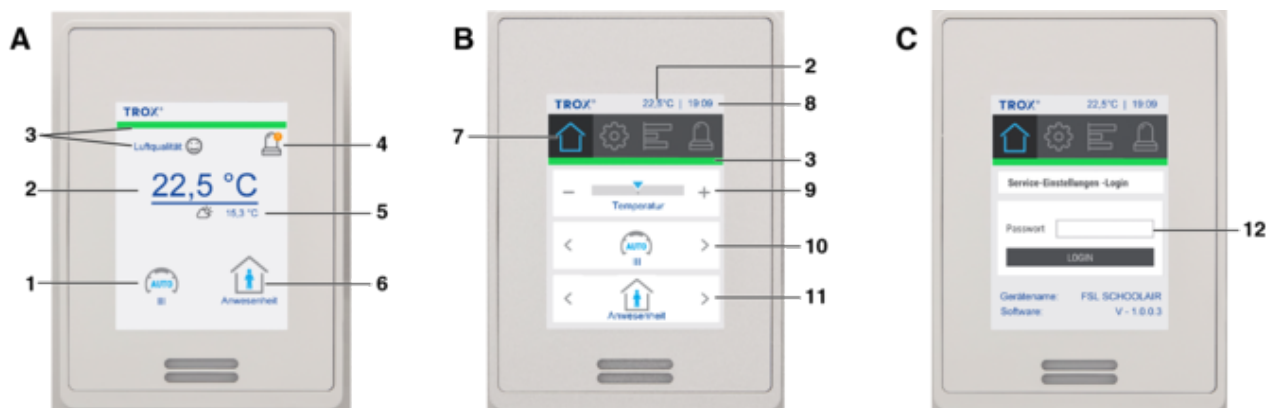

Abb. 76: Digitales Raumbediengerät
<p>Einstellungen</p> <p>Anzeige Geräte-Name (konfigurierbar über Einstellungen) und aktuelle Softwareversion. Passwortgeschützter Bereich zum Zurücksetzen der Filterwechselanzeige und Aktivierung der Ferienschaltung (Betriebsmodus = Aus).</p> <p>Der Zugriff auf die Einstellungen kann mit einem Passwort (optional) gesperrt sein, (Abb. 76/C).</p> <p>Zur Passworteingabe das Feld „Passwort“(12) anwählen. Mit der eingeblendeten Ziffern-Tastatur das festgelegte Passwort eingeben und mit [Enter] (links unten) bestätigen. Danach [Login] anwählen.</p>